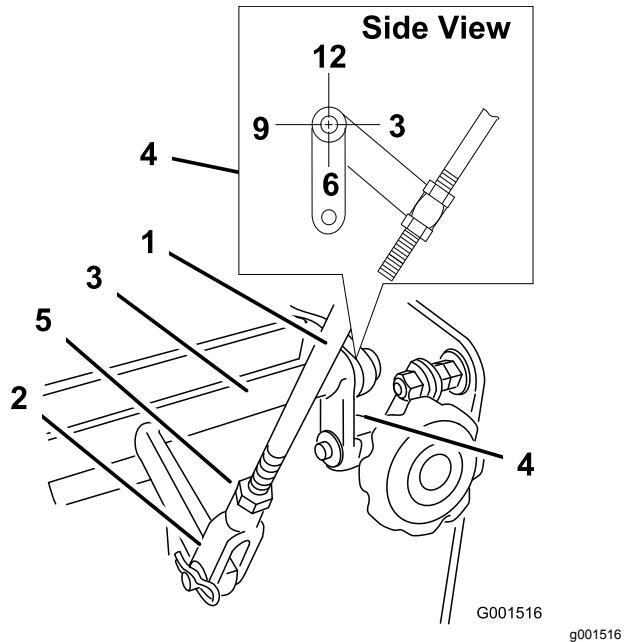

Bild 32
4. Prüfen Sie die Ausrichtung der Nasen an den Enden des Fahrgeschwindigkeitshebels. Diese Nasen sollten direkt nach unten (ungefähr auf die 6-Uhr-Stellung) zeigen (Bild 32).
5. Stellen Sie den Gewindebügel unten am Geschwindigkeitssteuergestänge so bis, bis die Nasen in der 6-Uhr-Stellung sind (Bild 32).